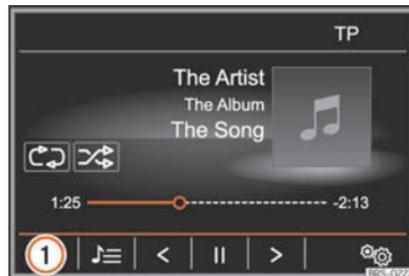

Fig. 214 Menu principal MÉDIA.
- Pressione o botão de função »» Fig. 214 ① e selecione **Audio BT**.